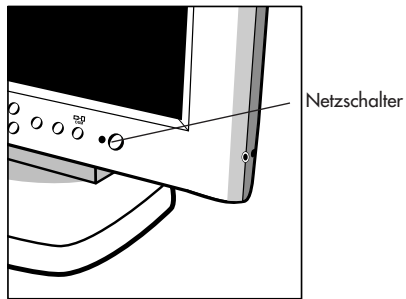

Abbildung E.1
2. Kopfhörer können an den "Headphones"-Ausgang auf der rechten Monitorseite angeschlossen werden (**Abbildung E. 1**). Kopfhörer sind in Elektrofachgeschäften am Ort erhältlich.